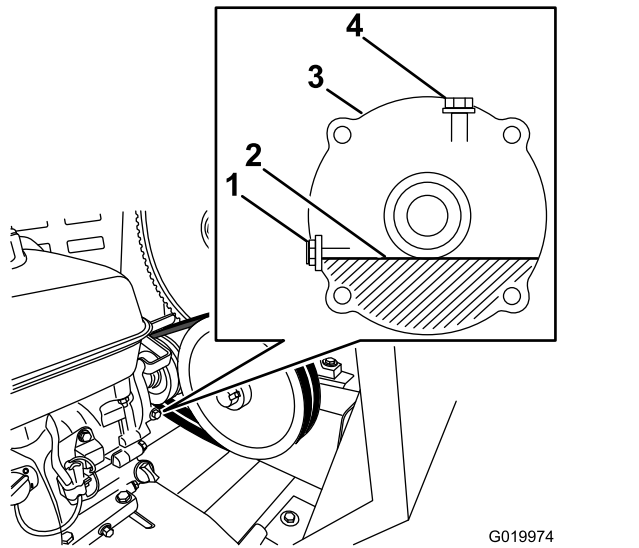

Figure 58
5. Localisez le carter réducteur entre le moteur et la poulie de moteur (Figure 58).
7. Retirez le boulon et la rondelle de contrôle de niveau d'huile de l'orifice de niveau d'huile (Figure 58).
- Retirez le boulon et la rondelle de l'orifice de remplissage au sommet du carter réducteur (Figure 58).
- Placez le boulon et la rondelle sur l'orifice de remplissage du carter réducteur, et serrez le boulon (Figure 58).
8. Lorsque l'huile est au niveau du filetage au bas de l'orifice de niveau d'huile, remettez le boulon et la rondelle de contrôle de niveau d'huile sur l'orifice, et serrez le boulon (Figure 58).
11. Versez lentement l'huile spécifiée dans l'orifice de remplissage jusqu'à ce que le niveau atteigne le filetage au bas de l'orifice de niveau d'huile (Figure 58).